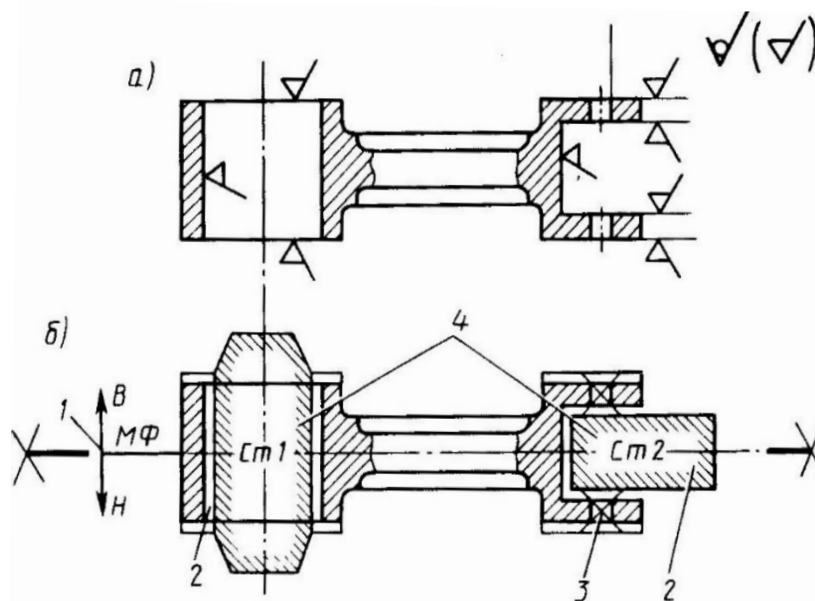
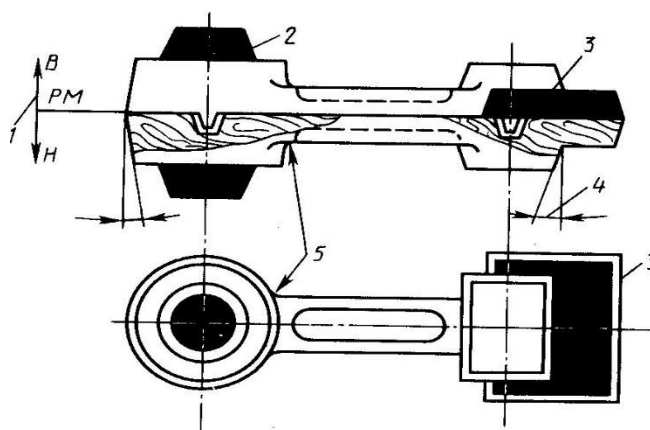
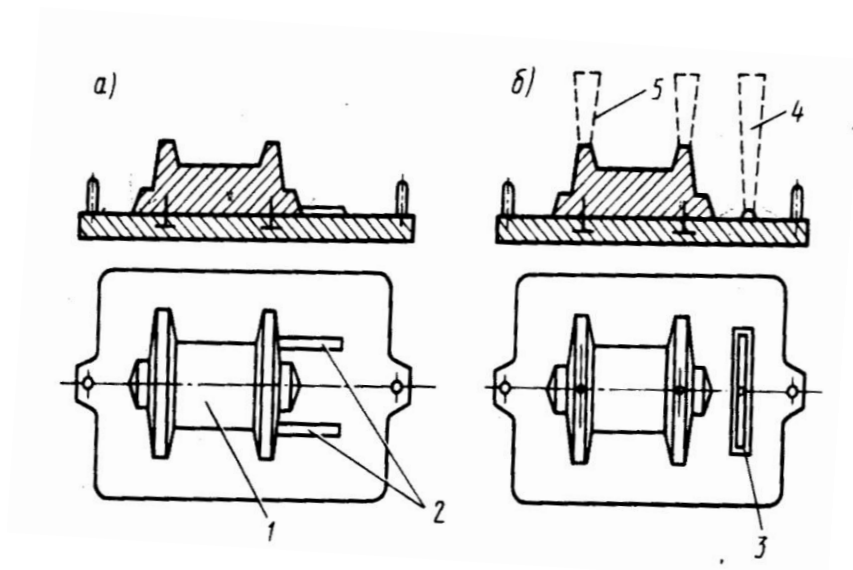
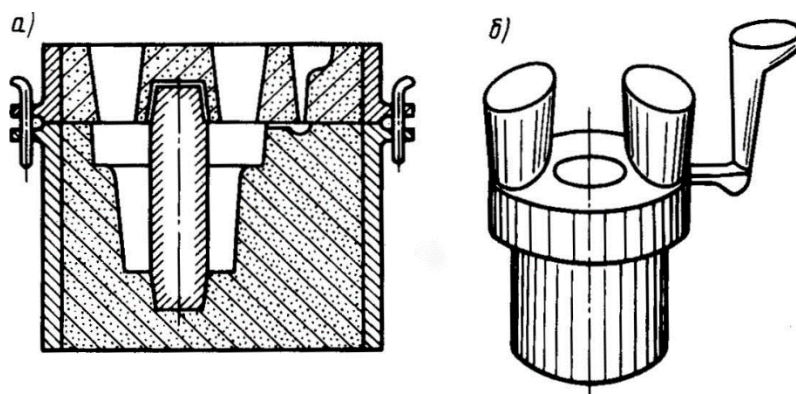

Рис. 1
Рис. 2
Рис. 5
Рис. 6
На рис. 1, а в качестве примера приведен эскиз детали. Обратите внимание на поверхности детали, подвергающиеся механической обработке. Условно они обозначены знаком ∇ . Остальные поверхности механической обработке не подлежат, на что указывает знак в правом верхнем углу эскиза. При разработке эскиза «Элементы литейной формы» детали формы обозначают условно (рис. 1, б).
4. Стержни, их знаки. Изображают сплошной тонкой линией, которую допускается выполнять синим цветом. Стержни в разрезе штрихуют только у контурных линий 4. Размеры знаков стержней и зазоры между знаками стержней и модели принимают по ГОСТ 3606-80. Стержни обозначают буквами «Ст» и порядковыми номерами, например Ст1, Ст2 (рис. 1, б).
5. Литниковую систему и прибыли изображают сплошной тонкой линией, которую допускается выполнять красным цветом. На рис. 1, б литниковая система не показана.
Припуски на механическую обработку и размеры знаковых частей стержня определены Государственным стандартом. Чертеж (эскиз) «Элементы литниковой формы» служит основой для разработки модельного комплекта: модели и стержневых ящиков. На рис. 2 дан эскиз деревянной модели для ручной формовки. Модель имеет разъем 1, стержневые знаки 2, 3 (они окрашены черным цветом), конфигурация которых соответствует конфигурации знаков, указанных на рис. 1, б (Ст1 и Ст2). На модели предусматривают формовочные уклоны 4 на стенках, перпендикулярных плоскости разъема (определены Государственным стандартом), и радиусы скруглений в местах сопряжения стенок 5. Размеры моделей выполняют с учетом припусков на механическую обработку, технологических припусков и усадки сплава, из которого изготавливают отливку.
Эскиз собранной литейной формы (вертикальный разрез) для разрабатываемой технологии изготовления отливки (см. рис. 1) приведен на рис. 5, а, а готовой отливки с литниковой системой – на рис. 5, б. Литейная форма в сборе состоит из следующих элементов: полости формы 1, стержня 2, формовочной смеси 3, опоки нижней 4, опоки верхней 5, питателя 6, шлакоуловителя 7, стояка 8, литниковой чаши 9, выпора 10, газоотводящих каналов 11. Обратите внимание на графическое изображение каждого элемента литниковой формы: полость формы и каналы литниковой системы не штрихуются, стержень заштрихован у контура.
На рис. 6 показаны: литейная форма для стальной отливки (а) и отливка с литниковой системой (б). Обратите внимание на прибыли, а также на различие конструкций литниковой системы для чугунной (см. рис. 5) и стальной отливки (рис. 6). В форме для стального литья отсутствует шлакоуловитель, так как конструкция заливочного ковша обеспечивает задержание шлака.